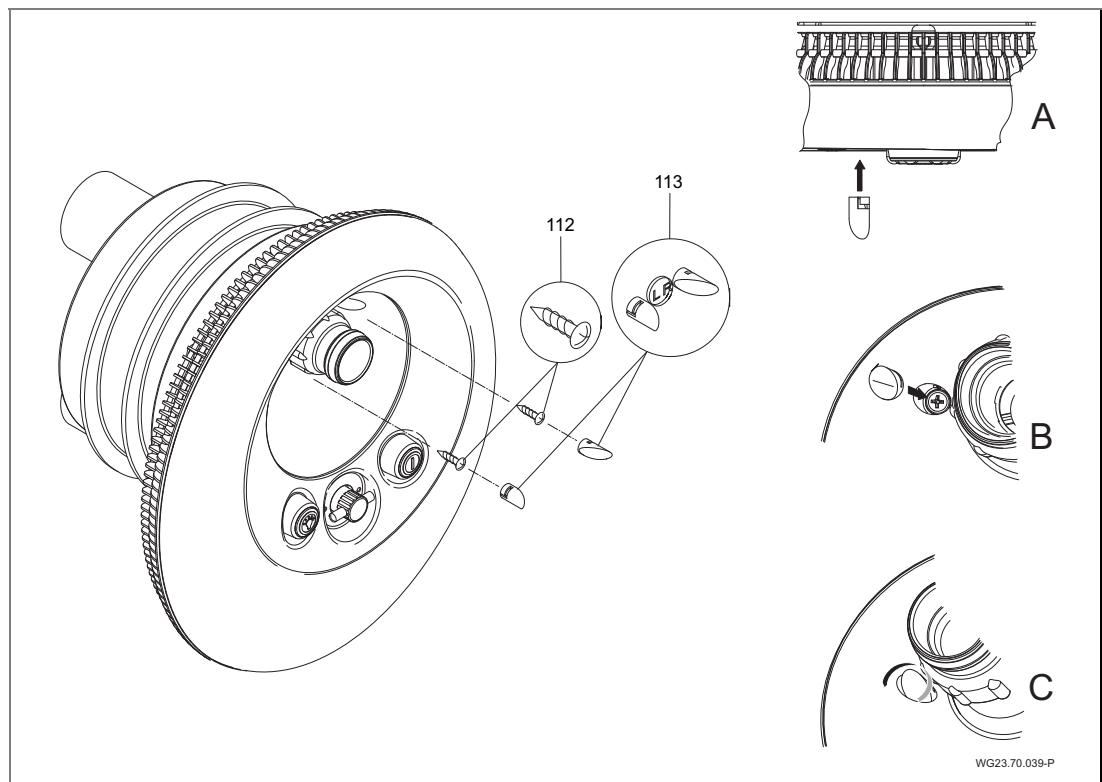

Abb. 20
10. Die Zierkappen wie in Abb. 16 A–C in der Lichtabdeckung (110) befestigen. Richtige Zierkappen für links (L) und rechts (R) verwenden. (Abb. 20)
1. Kabelverschraubung (20) lösen.
4. Abdeckung (113) entriegeln. Siehe "Abb. 20" auf Seite 35.
5. Schraube (112) lösen und Lichtabdeckung (110) entfernen.
6. Schrauben (49) lösen und Edelstahlblende (93) entfernen.
7. Schrauben (95) lösen und Ansauggehäuse (107) entfernen.
8. Schrauben (52) lösen, Spannring (28) und Spannringdichtung (27) abnehmen.